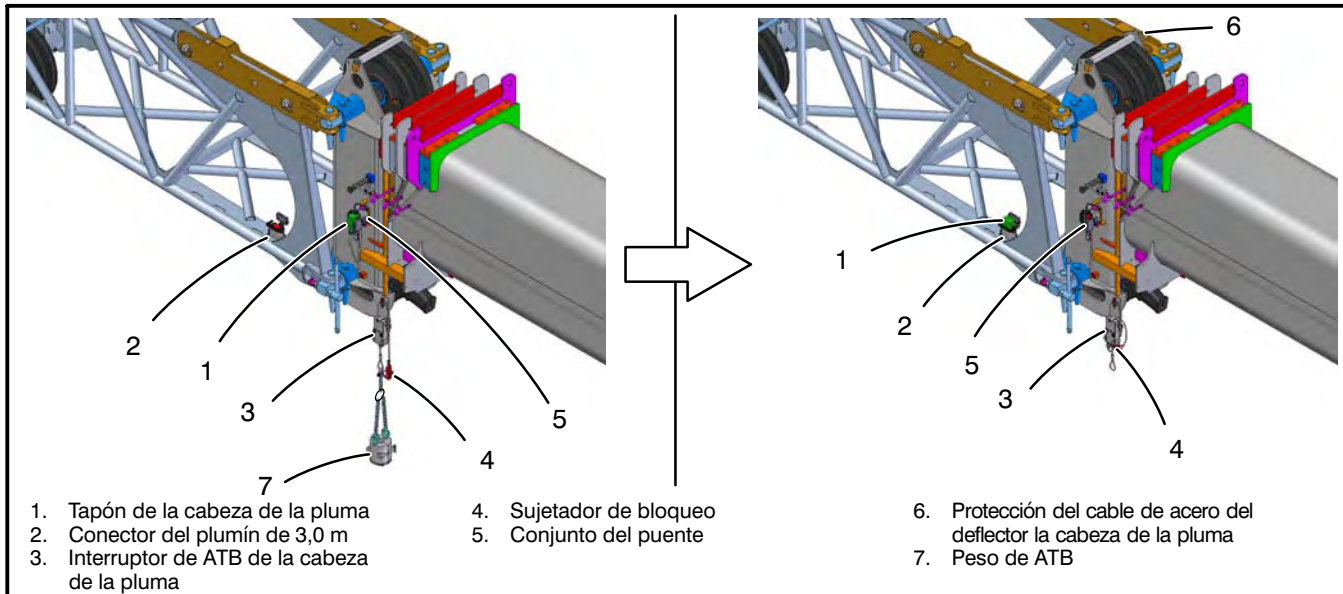

Figura 4–143
22. Retire todas las protecciones del cable de acero de las roldanas de los deflectores de las cabezas del plumín y de la pluma. Consulte la Figura 4–142 y la Figura 4–143. Enhebre el cable de acero de la maquinilla encima de la roldana del deflector de la pluma, luego en la roldana del deflector de la base del plumín.